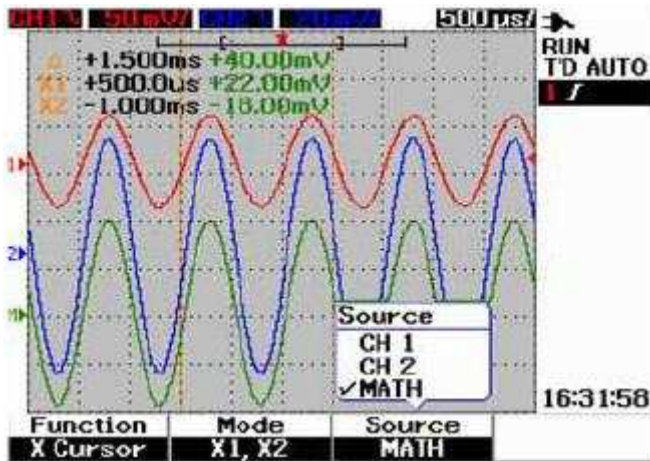

Рис. 3-26 Математические функции для измерений с курсорами X
6. На рис. 3-26 (см. след. стр.) выбрана математическая функция.